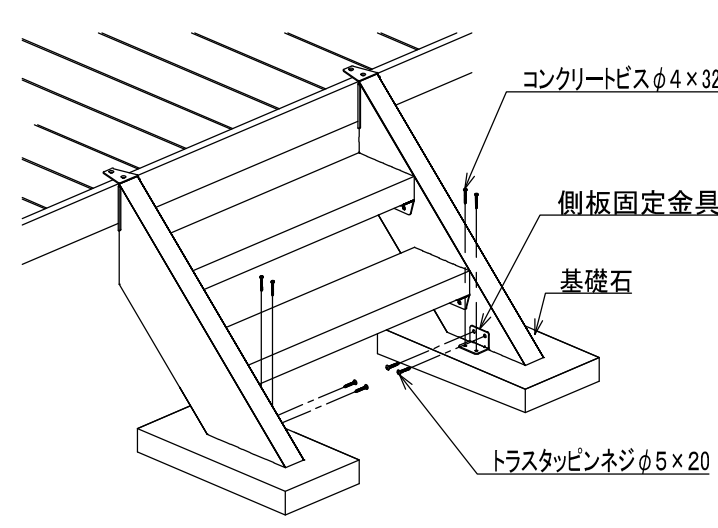

図7. 基礎への固定
- (3) 側板と側板固定金具をトラスタッピンネジφ5×20のネジで固定して、側板固定金具と基礎石をコンクリートビスφ4×32のネジで固定してください(図7)。